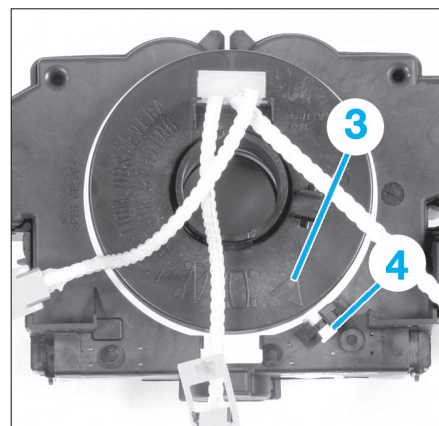

FIG. 6
- commandes au volant de marque Eaton et Delphi, la pointe du triangle (3) doit être orientée face à face avec le repère (4) (Fig.6),